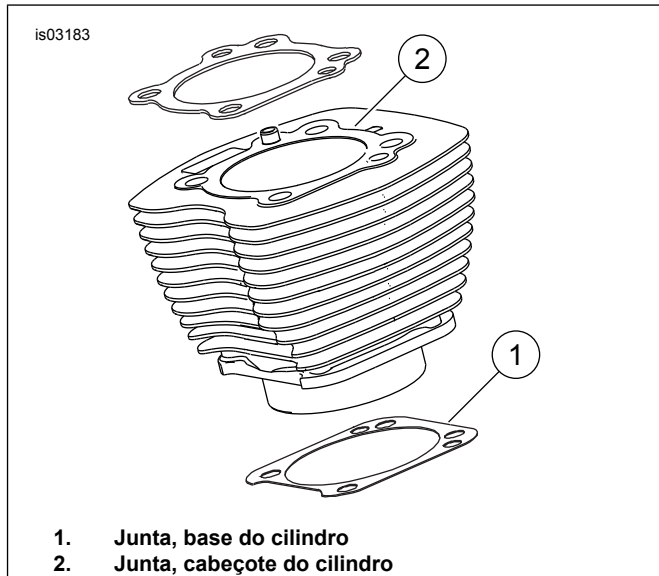

Figura 1. Juntas do Cilindro
- Ver Figura 1. Com a utilização da junta de base do cilindro de 103,1 mm (4.060 pol.) (1) e da junta de cabeçote de cilindro (2) não são necessárias juntas tóricas. Não utilize juntas tóricas nas cavilhas cilíndricas ou nos encaixes cilíndricos.
- Ao instalar uma nova junta na base (1), faça-o com o lado convexo virado para baixo e com o lado côncavo virado para cima.